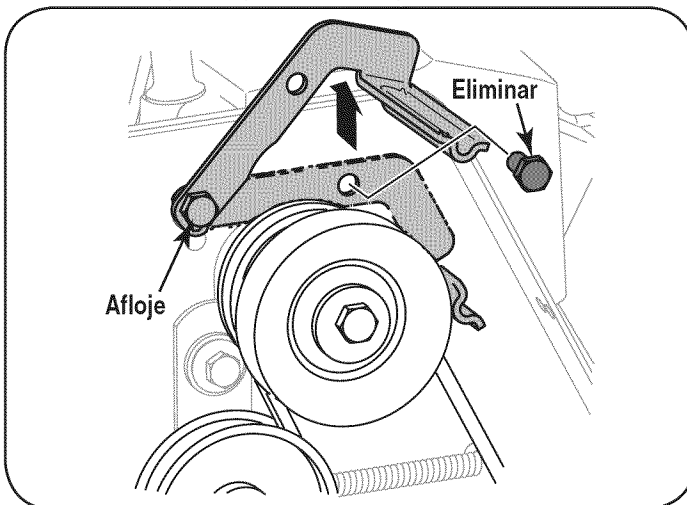

Figura 28
3. Afloje el perno de muestra en la Figura 28 poseedor asegurar el soporte de cinturón y retire el perno de otros. Empuje el soporte de cinturón y hasta poseedor de la polea del motor.